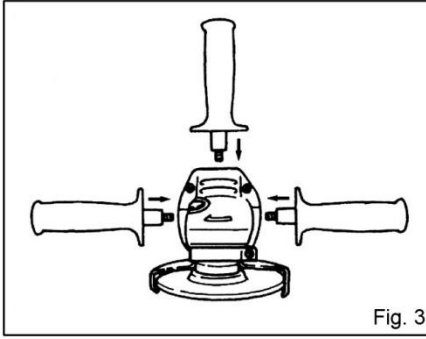

Fig. 3
- برغي مقبض مساعد بشكل آمن على موقف الأداة كما هو مبين في (Fig. 3)